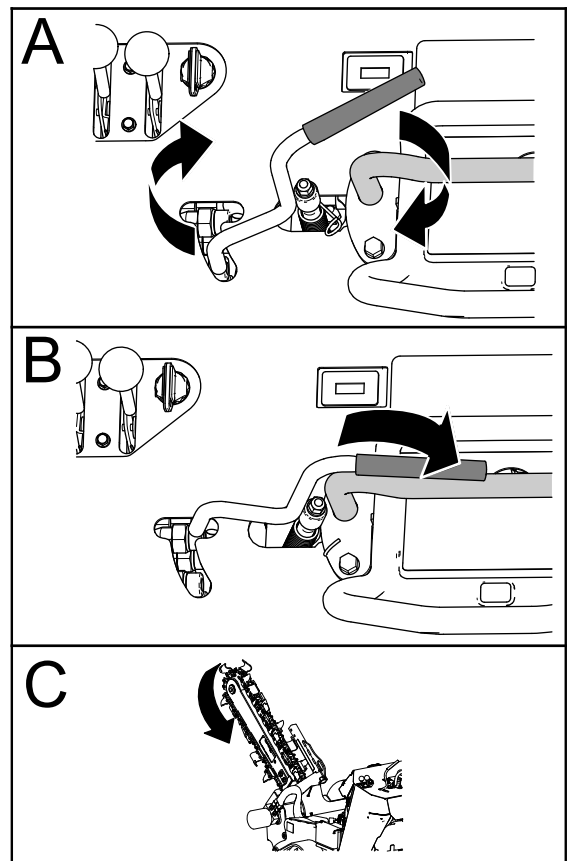

Figura 6
2. Compruebe la rotación de la cadena excavadora (Figura 6).